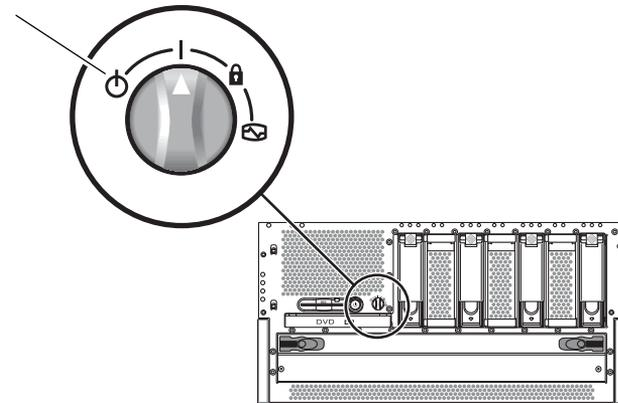

図 4-20 回転式スイッチのスタンバイ位置への設定
2. 回転式スイッチをスタンバイ位置に回します (図 4-20)。